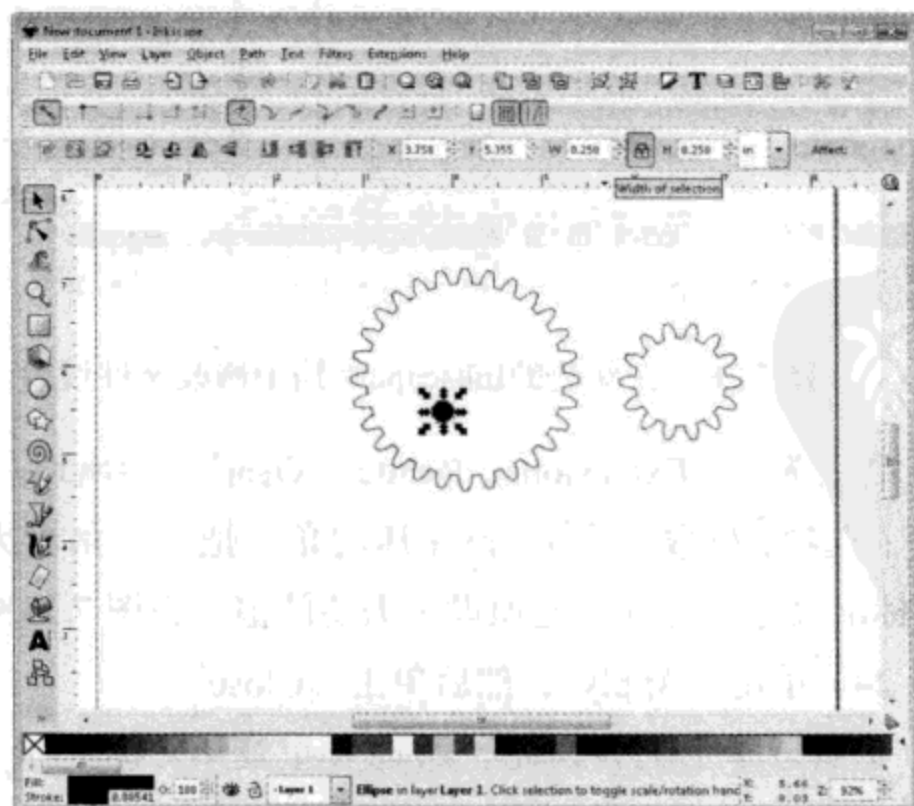

图7.30 重新定义圆的尺寸
(6) 用“Circle”工具，在键盘上按住 CTRL 键就可以在大齿轮内画一个圆。圆的填充色缺省为黑色。需要的话，可以进行缩放。确保选择箭头是激活的，单击圆。确保工具栏中选择的单位是 in，Lock 键已经被锁上。在“W”框中输入 0.250 in，按下 ENTER，就会看到“H框”中的值自动变了。圆的直径改为 0.250 in，屏幕应该如图 7.30 所示。